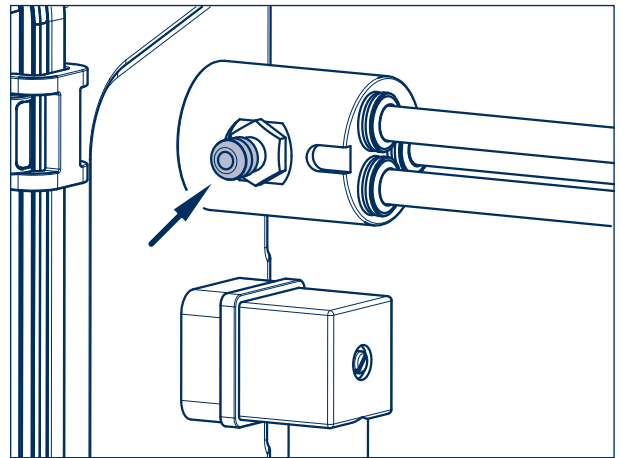

Figure 26
- [1] Retirer le capuchon du raccord de contrôle (flèche, fig. 26).
- [3] Ouvrir la valve d'arrêt au niveau du boîtier de commande AirSave (842).